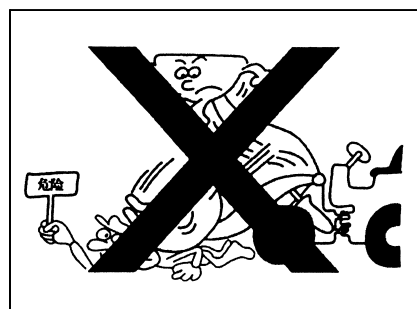

Рис. 1-76
- Посторонним запрещено входить в рабочую зону. Так как рабочее устройство поднимается, опускается, вращается влево, вращается вправо, перемещается вперед и назад, поэтому вокруг рабочего устройства (под ним, его передняя зона, его задняя зона, внутри него, на его обеих сторонах) опасно, запрещается входить. Если нет возможности работы (проверки), следует крепить рабочее устройство безопасными опорами и безопасными блоками (рис. 1-76).